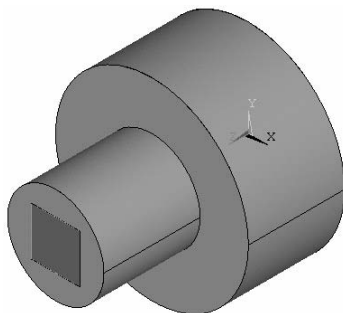
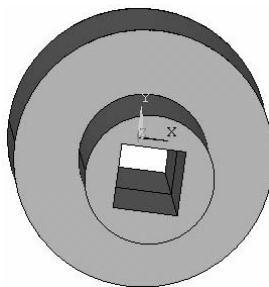

图 2-101 方形体被选中
图 2-102 空心体
(5) 依次选择 Main Menu>Preprocessor>Modeling>Delete>Volume and Below, 弹出“Delete Vol...”窗口, 用鼠标左键选中方形体(见图 2-101), 单击“Delete Vol...”窗口中的“OK”按钮, 生成空心体(见图 2-102)。